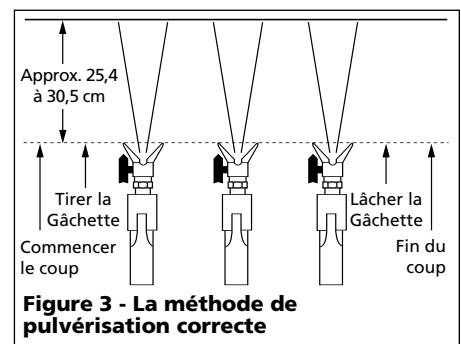

Figure 3 - La méthode de pulvérisation correcte
3. Commencer le déplacement du pistolet avant de tirer sur la gâchette. Pour un recouvrement lisse sans accumulation de peinture, commencer le coup avant de tirer sur la gâchette. Lâcher la gâchette avant d'arrêter à la fin du parcours (Voir Figure 3).